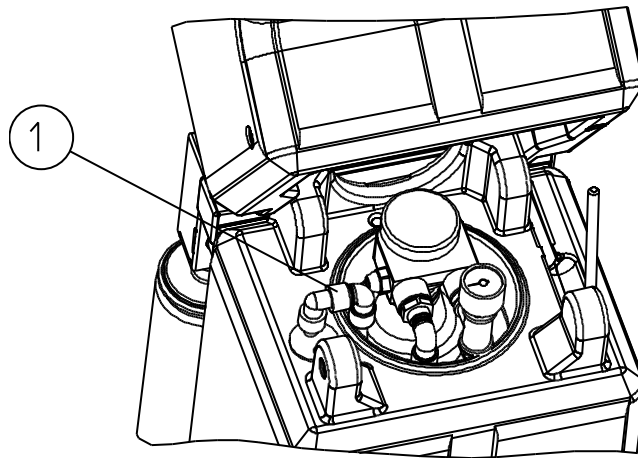

Abb. E-1: Permeatleitung RO 125 K-TS
Permeatleitung vom Vorlagetank (siehe Abb. E-1, E-2, Pos. 1) demontieren und mit separatem Schlauch zum Kanal führen.
- Permeatleitung an Vorlagetank wieder montieren (siehe Abb. E-1).